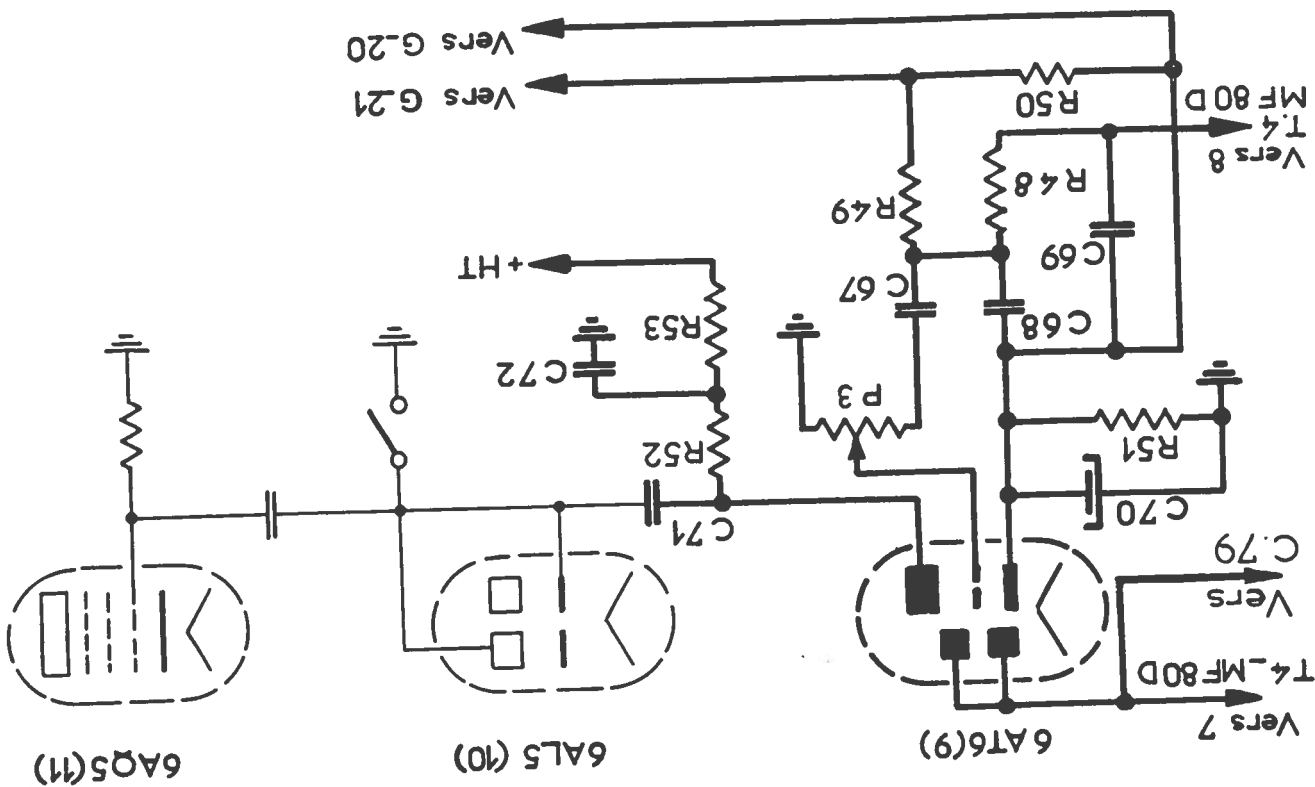

Figure 13. — Etage détecteur et amplificateur basse fréquence.
5.08 ETAGE DETECTEUR ET AMPLIFICATEUR BASSE FREQUENCE (fig. 13).